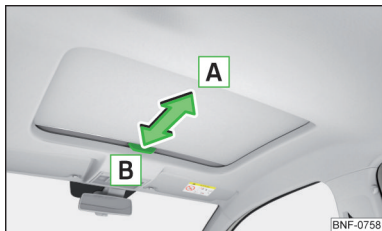

Fig. 39
- Pentru **deschidere**, trageți mânerul în sensul săgeții **A** » fig. 39.